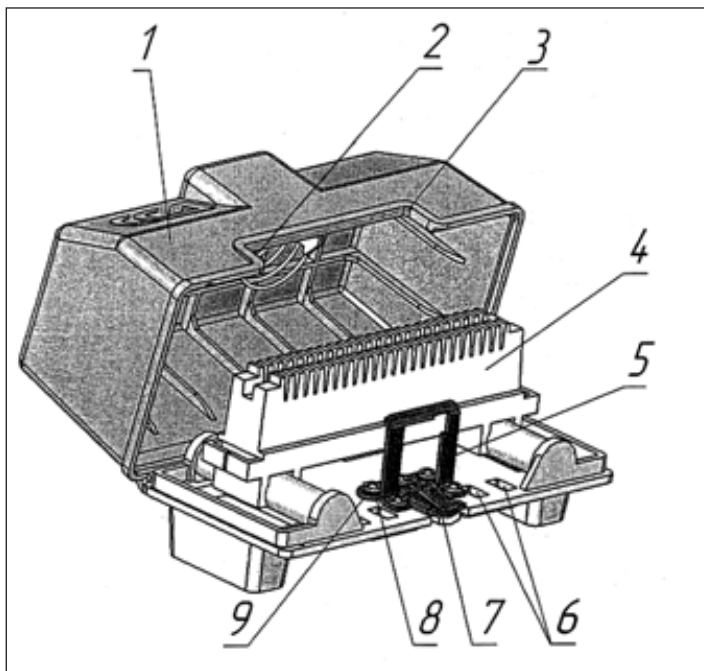
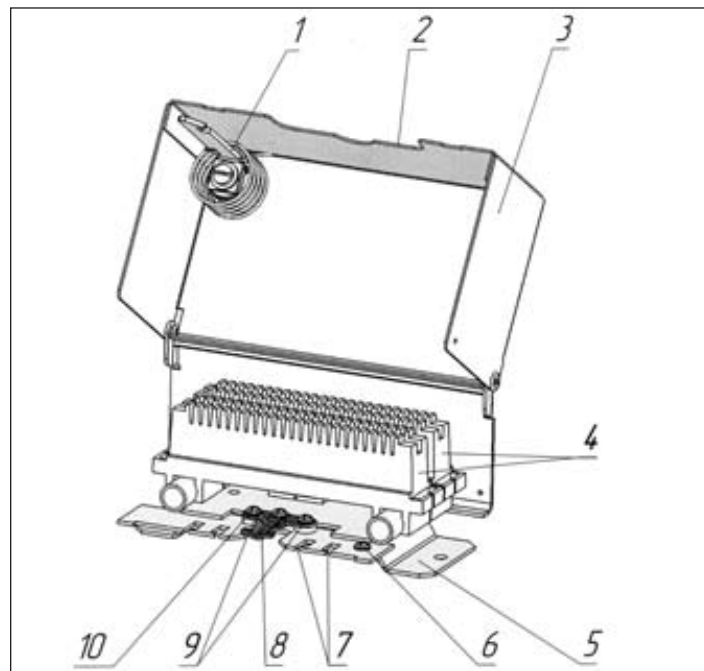

Рис. 2.1. Внешний вид коробки КРТП-В с плинтом LSA-PROFIL
Рис. 2.2. Внешний вид коробки КРТМ-В с двумя плинтами LSA-PROFIL
3.3. Подключают экран распределительного кабеля к контакту для врезания в экран кабеля (поз.7 рис. 2.1 или поз.8 рис. 2.2) одним из следующих способов:
3.4. Укладывают кабель на вогнутую часть металлического контакта, закрепленного на основании коробки (поз.8 рис. 2.1 или поз. 10 рис. 2.2).